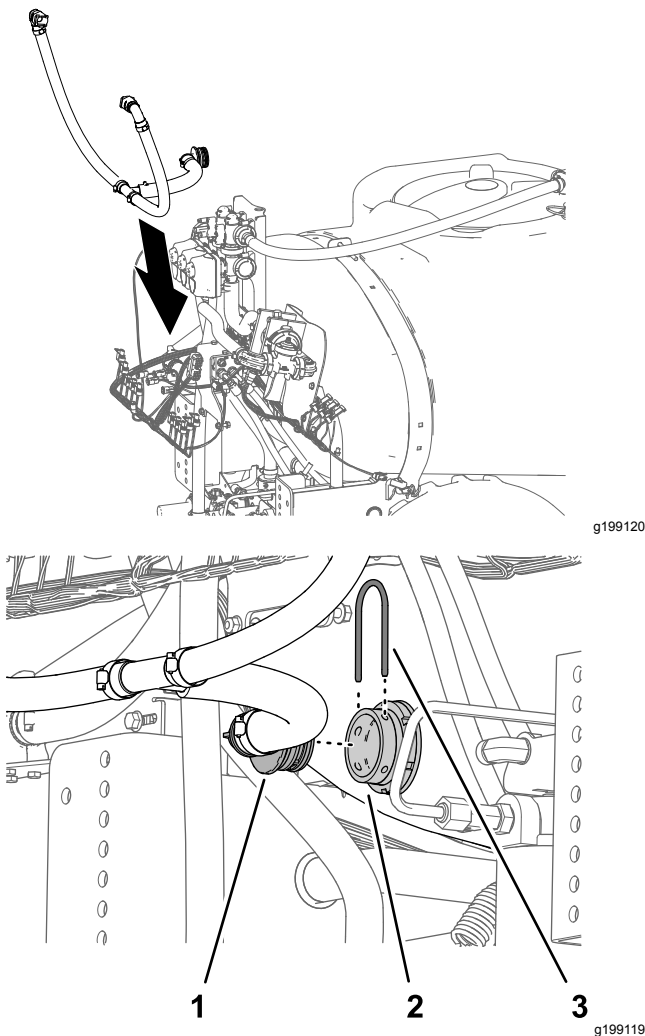

Bild 93
1. Fluchten Sie den Überlaufschlauch mit dem Sprühbehälter aus (Bild 93).